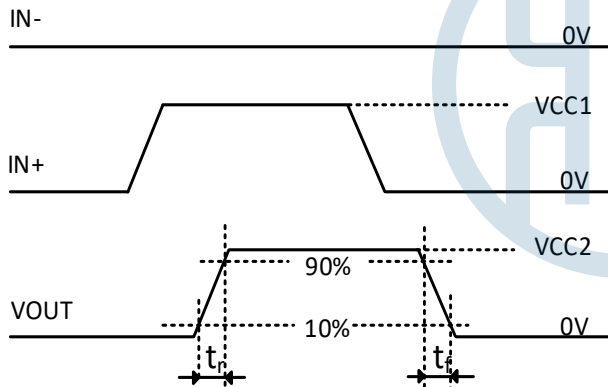

图 21. 动态时间波形测试方法
(2)  $t_r$  是从输出信号上升沿的 10% 水平至上升沿的 90% 水平的的时间,  $t_f$  是从输出信号下降沿的 90% 水平至 10% 水平的的时间。参见图 21。